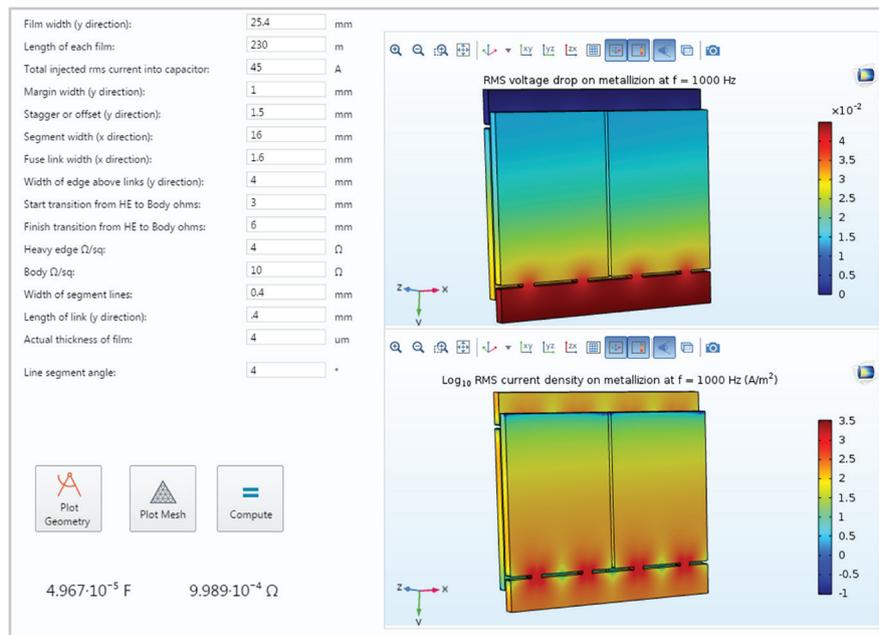

FIGURA 5. Um aplicativo de projeto de capacitor de película, usado para determinar a capacitância e a resistência.
O modelo também permite entender como a porosidade se desenvolve, ilustrando a formação dos poros iniciando na ponta do grão e progredindo para dentro (Figura 5).
FIGURA 5. Esquerda: Tomografia computadorizada do arroz em diferentes momentos durante a flocagem. Direita: Simulação mostrando os perfis de porosidade previstos.
FIGURA 5. Comparação de perda de transmissão (TL) entre projetos diferentes. O projeto modificado é caracterizado pela redução de perda de transmissão a baixas frequências e aumento da perda de transmissão a altas frequências. O projeto modificado obteve o "ronco" desejado e também foi capaz de atender aos regulamentos.